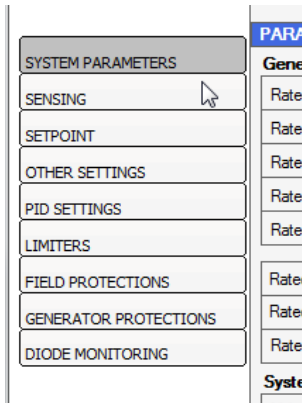

Fig. 5.5.a
- Sélectionner le groupe de paramètres désiré (voir Fig. 5.5.a).
- Cliquer sur le champ à modifier et insérer la donnée souhaitée. Répéter l'opération pour chaque paramètre à configurer (voir Fig. 5.5.b).
- Dès que tous les paramètres du groupe sélectionné ont été réglés, cliquer sur le bouton *Appliquer Page Courante*, placé sous la zone de configuration (voir Fig. 5.5.c).